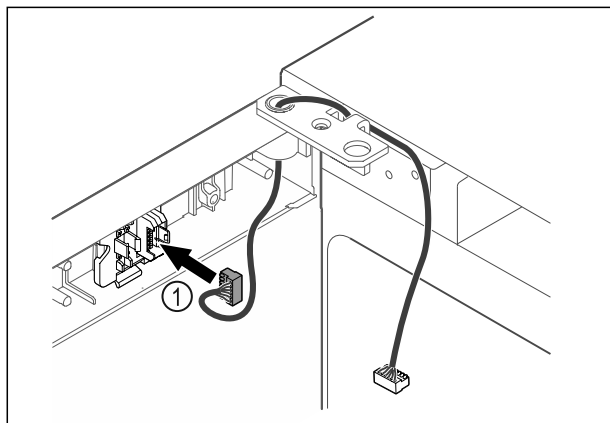

Fig. 41
- Futni spinën Fig. 41 (1) në mbajtësen e spinës.